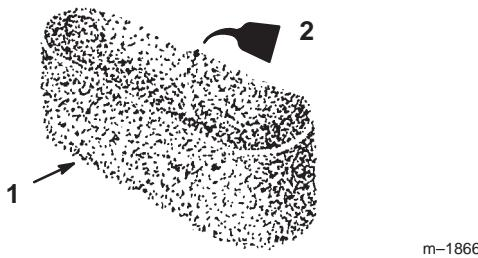

Bild 21
C. Gießen Sie etwas Öl auf den Einsatz (Bild 21). Drücken Sie den Einsatz, um das Öl zu verteilen.